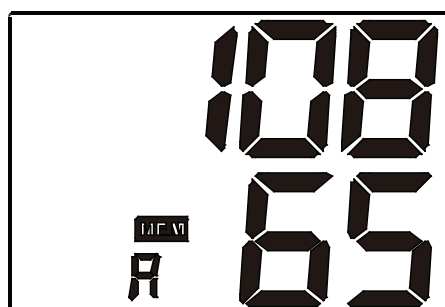
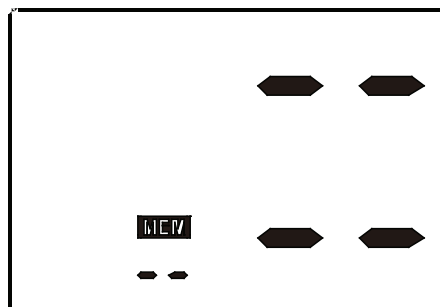

Figura 7-3
Figura 7-5
- c. Después de haber seleccionado la unidad de memoria, la pantalla LCD muestra el valor medio de las últimas tres mediciones memorizadas en esta unidad, Véase figura 7-3 & 7-4. Si ningún valor ha sido memorizado, la pantalla LCD muestra pequeñas rayas como se ilustra en la figura 7-5